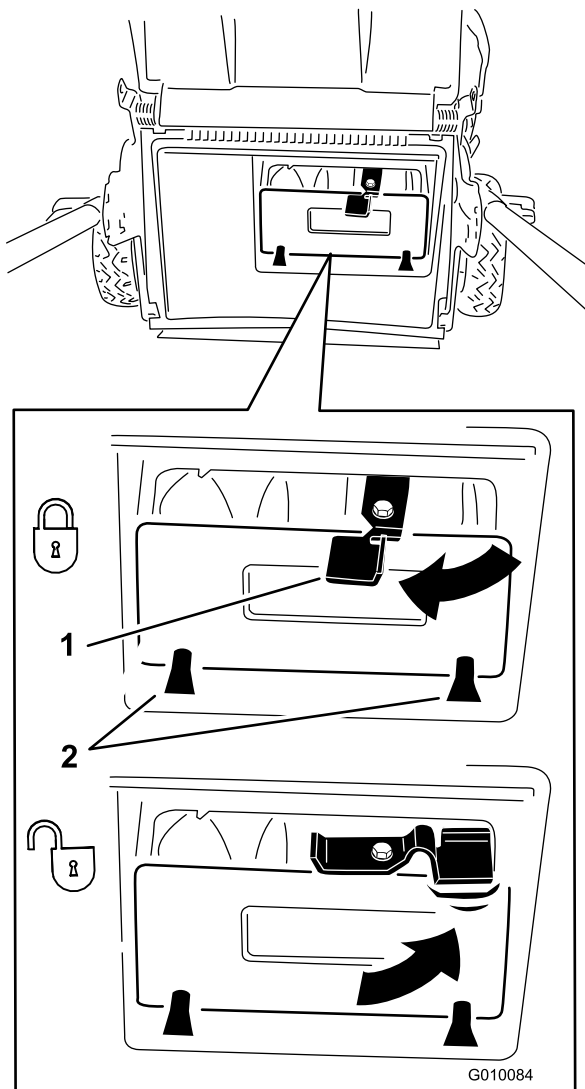
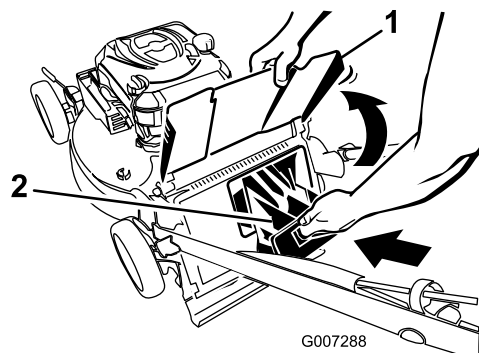

Figura 28
Figura 29
**Importante:** Asegúrese de que el tapón trasero está bloqueado en su sitio. Para bloquear el tapón, presione firmemente hasta que encaje en su lugar detrás de las pestañas, y gire la palanca del tapón a la izquierda (Figura 28).
**Nota:** Para desbloquear el tapón, gire la palanca del tapón a la derecha (Figura 28).
**Importante:** Asegúrese de que el tapón trasero está bloqueado en su sitio. Para bloquear el tapón, levante la puerta trasera (Figura 29), introduzca el tapón y presione firmemente hasta que encaje detrás de las pestañas, y gire la palanca del tapón a la izquierda (Figura 28).